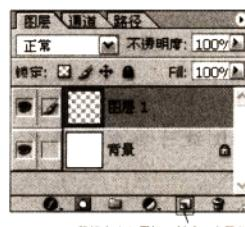

图 1-14
**1** 执行“窗口”→“图层”命令，把图层面板显示出来，接着按面板下方“新建”图标，建立“图层1”(图1-14)。